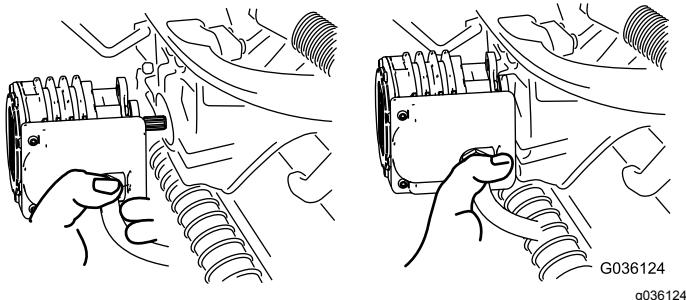

Bild 54
4. Legen Sie den Motor am Aufbewahrungsort vorne am Aufhängearm ab (**Bild 54**).